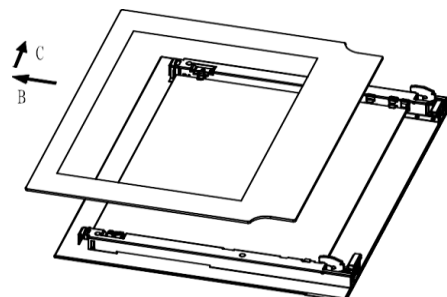

Рис.2
2. Осторожно выньте внутреннее стекло (рис. 2).